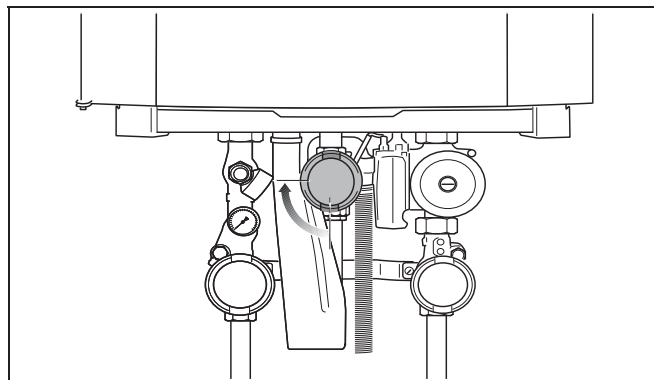

Рис. 16 Открытие крана подачи газа
- Медленно открыть кран подачи газа. Для этого нажать кран для подачи газа и повернуть влево на $\frac{1}{4}$ оборота (рис. 16). Кран подачи газа открыт, когда он находится в вертикальном положении.